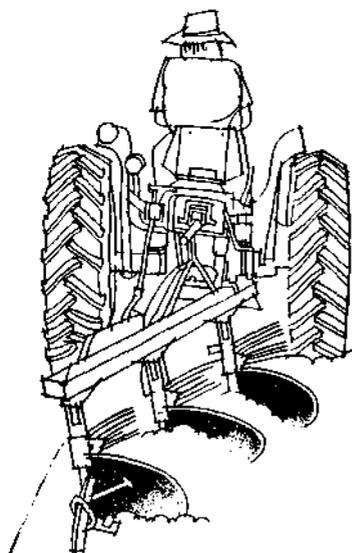

fig. 3
b) De discos com tração a trator (fig. 3).